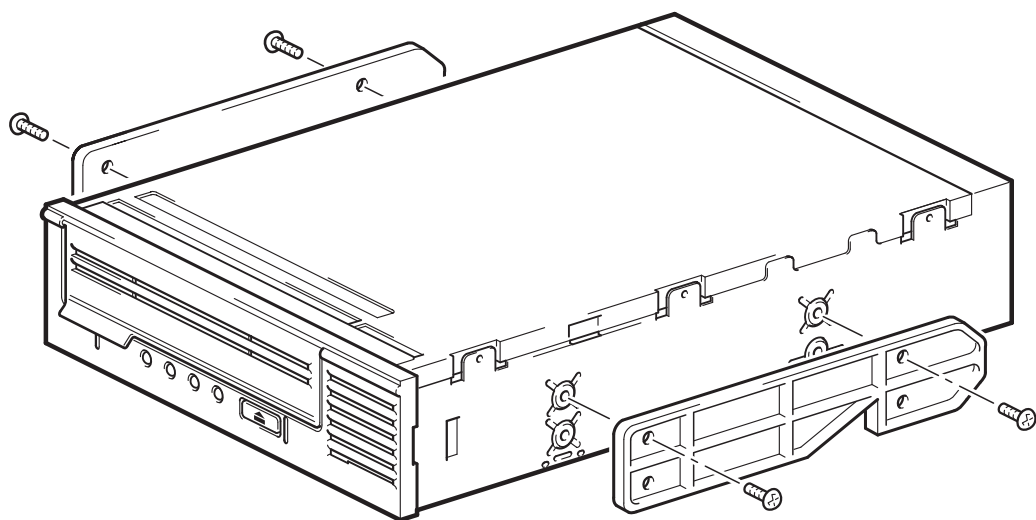

図 5a: 標準的な HP ProLiant 530 または 570 サーバで
- 1 通常のプラス・ドライバを使用して正しいレールに取付けます。図 5a に示すように、「汎用取り付けネジ」のラベルがついたネジ・パックの中の M3 ネジを使ってください。必ず付属の M3 ネジを使用してください。レールは M3 ネジとはネジ山とサイズが異なるネジを使ってフィラー・パネルに取付けることができますが、これらは使用しないでください。不明な点がある場合は、HP ProLiant サーバのマニュアルを参照してください。